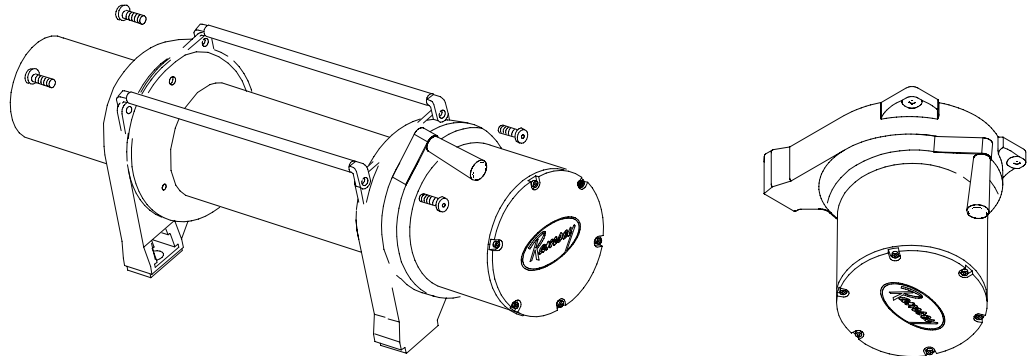

Figura 7
1. Coloque el winche como se muestra en la Figura 7. Quite los tornillos de las barras de sujeción. Puede aflojar los tornillos del motor sin quitarlos. Retire la Caja de Engranajes del tambor y eje y colóquela en la mesa de trabajo con la Tapa de la Caja hacia arriba. Retire el buje del tambor de la Caja de Engranajes o del extremo del tambor. Póngalo a un lado.
2. Quite los (6) tornillos de la Tapa de la Caja de Engranajes. Sosteniendo la Tapa de la Caja sobre la Caja de Engranajes, voltee la y colóquela en la mesa de trabajo.